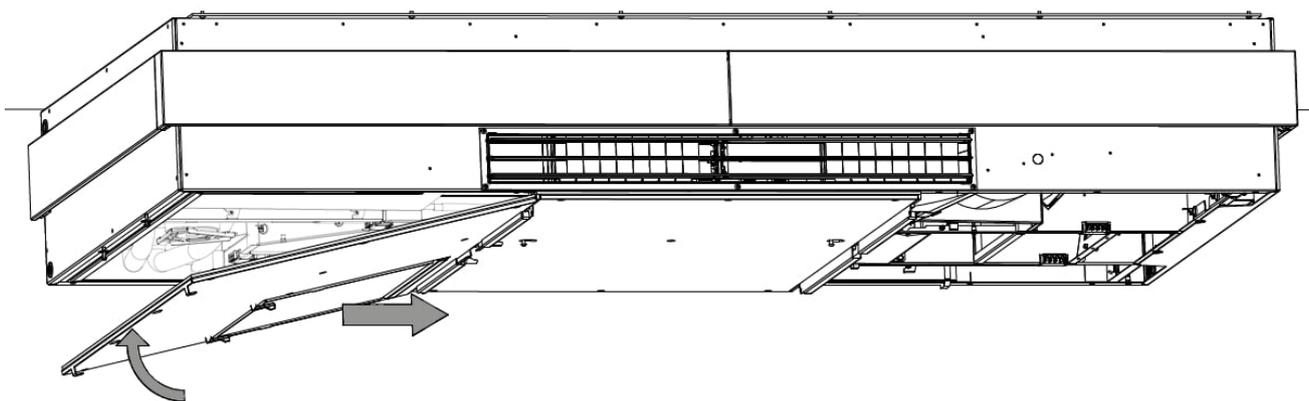
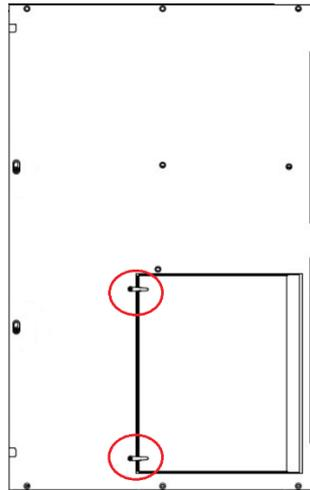

Abbildung 38: Anheben der linken Seitenplatte auf die Scharniere
Abbildung 39: Die Scharniere der Filterklappe müssen geschlossen sein
- Heben Sie die linke Platte nach oben und auf die Scharniere der mittleren Stahlplatte, siehe Abbildung 38 unten. Stellen Sie sicher, dass die Scharniere der Filterklappe geschlossen sind, bevor Sie die Stahlplatte nach oben heben, siehe Abbildung 39.